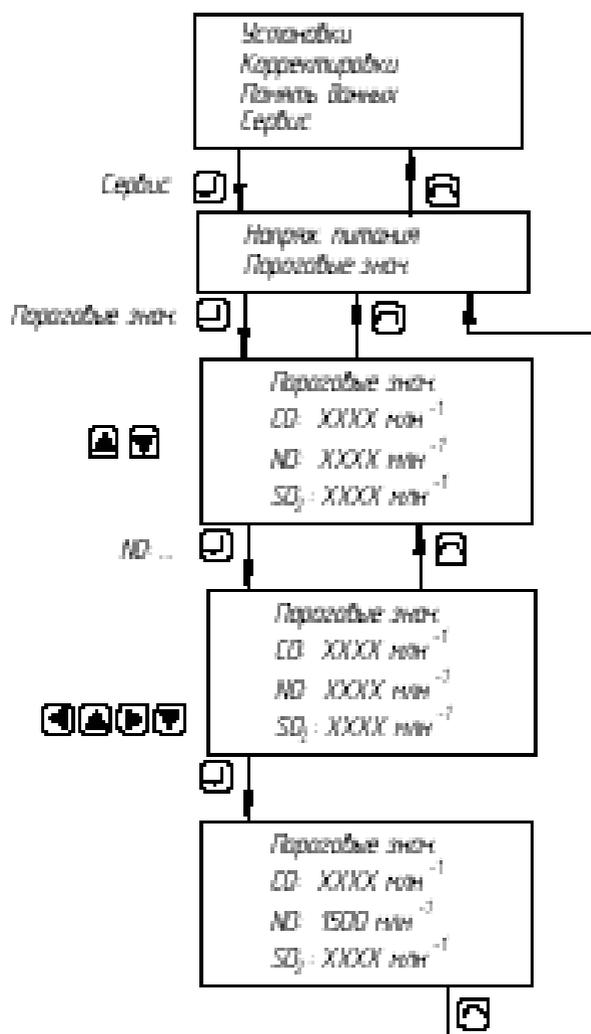

Рисунок 2.13 – Установка и редактирование пороговых значений
2.4.7.1 Для установки и редактирования пороговых значений выбрать пункт меню «СЕРВИС→Пороговые знач.» (рисунок 2.13). С помощью кнопок «», «» выбрать требуемый компонент (строка мерцает), нажать кнопку «» и с помощью кнопок «», «», «», «» установить числовое значение порога. Для запоминания нажать кнопку «».